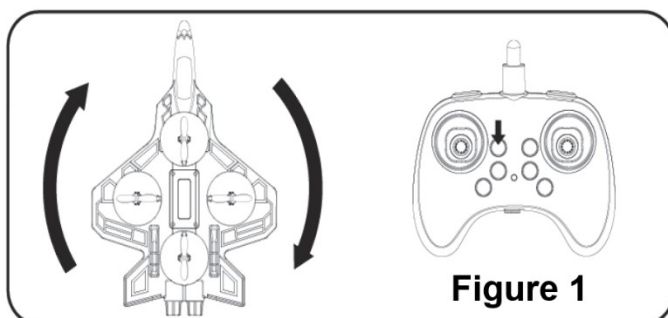

Figure 1
2. S'il tourne vers la **gauche**, appuyez plusieurs fois sur le bouton de trim droit. (Figure 1)